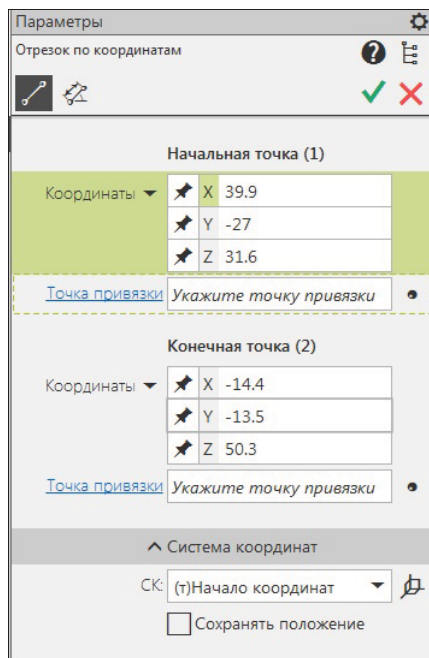
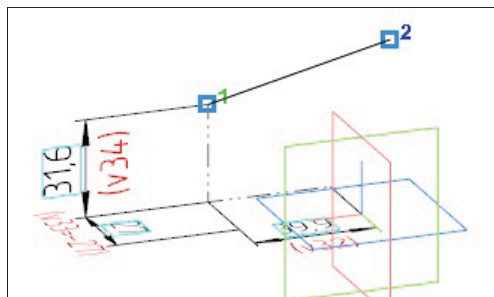

Рис. 22.1. Панель Параметры:
Рис. 22.2. Редактирование построенного отрезка
- ◆ нажмите кнопку **Отрезок по координатам**. На панели **Параметры: Отрезок по координатам** (рис. 22.1) в **Заголовке** панели имеется команда **Отрезок по длине и углу в плоскости**. Если в текущей команде была задана начальная точка, то при переходе к другой точке она остается указанной;
- ◆ с помощью групп элементов **Начальная точка (1)** и **Конечная точка (2)** задайте начальную и конечную точки одним из способов:
- ◆ после задания конечной точки отрезок создается автоматически и в **Дереве** модели появляется соответствующая пиктограмма. Изменить координаты отрезка можно, выделив его в **Дереве** модели и выбрав команду **Редактировать**. В графической области появляется фантом отрезка (рис. 22.2).